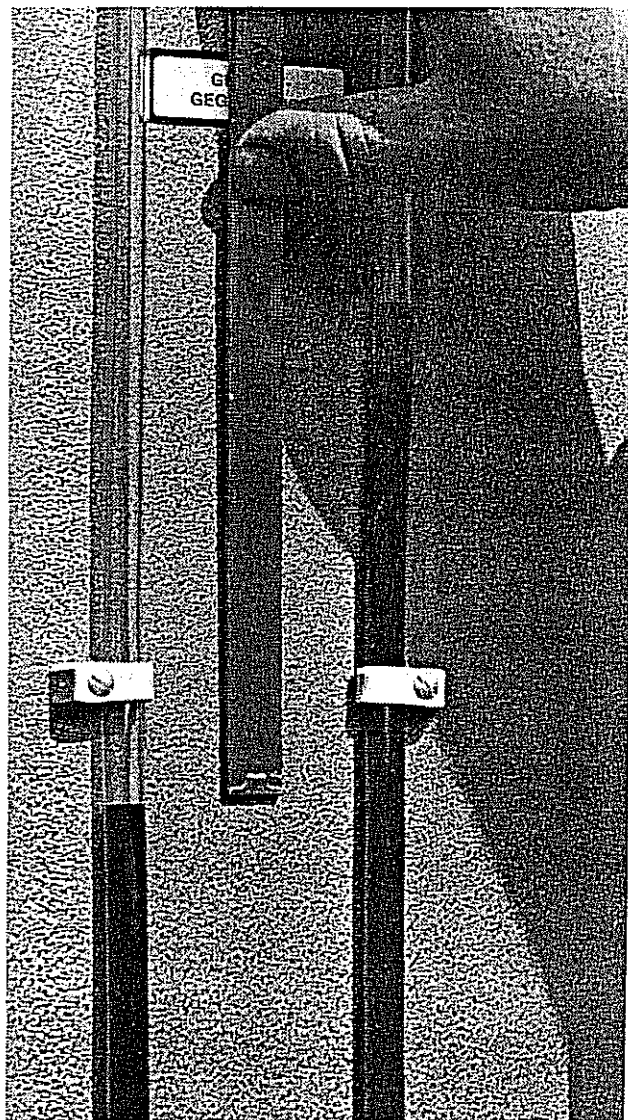

Bild 17: Messen des Gesamtwiderstandes am
gefüllt werden. Eine Skala ist nicht vorhanden, weil sich der Wasserspiegel ständig verändert (Verdunstung) und das Messen der Säule mit einem Zollstock genauer und einfacher ist – siehe dazu Bild 17.
Während der Messung muß der Zeiger (1) (durch das Fenster an der Schallschutzhaube (15) einsehbar) waagrecht stehen (wie auf Bild 7 zu sehen); d.h., Vierstellenwahlschalter (13) auf AUF stellen. Schließen Sie den Kaltluftschlauch am Einblasrohr des Kanalsystems oder Silos an und messen Sie bei laufendem Radialventilator (Schalter (11) auf I den Unterschied der beiden Wassersäulen, wie auf Bild 17 gezeigt.